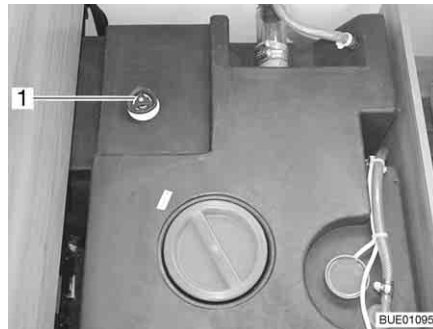
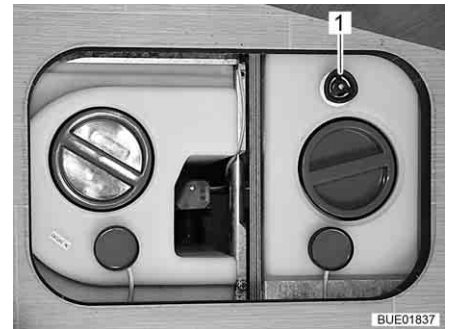

Bild 222 Wassertank mit Drehgriff (Viseo)
Bild 223 Wassertank mit Drehgriff (Elegance)
- Auf dem Wassertank den Drehgriff (Bild 222,1 bzw. Bild 223,1) im Uhrzeigersinn bis zum Anschlag drehen.
- Auf dem Wassertank den Drehgriff (Bild 222,1 bzw. Bild 223,1) entgegen dem Uhrzeigersinn bis zum Widerstand drehen. Das Wasser läuft bis auf eine Restmenge aus (Restmenge bei Viseo: 60 l, Restmenge bei Elegance: 20 l).